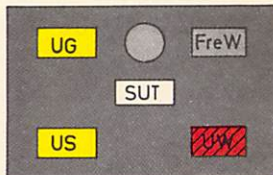

Bild 75
- (7) Wenn bei Umformerbetrieb der Weichenumformer gestört ist, blinkt der Umformermelder für Weichen rot (vgl. Bild 75) und der Summer ertönt. Die Weichen können nicht mehr ferngestellt werden. **Weichenumformer gestört**